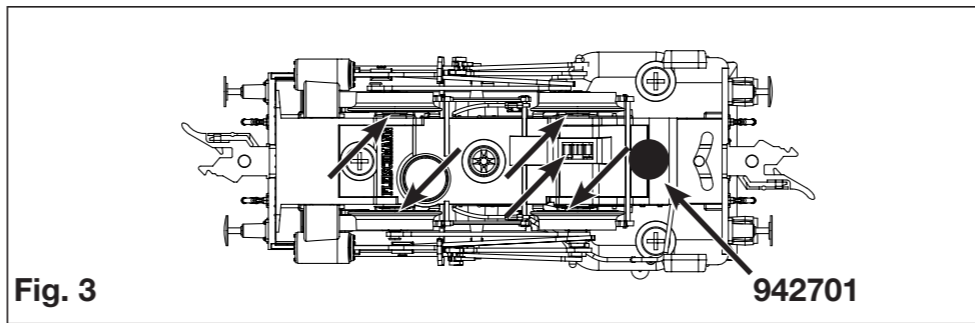

Fig. 3
An der markierten Stelle (†) kann der **Schaltmagnet 942701** eingebaut werden (Fig. 3).
**Ölen:** Geölt werden die Achsen und das Getriebe nur an den gekennzeichneten Schmierstellen (Fig. 3). Nur **FLEISCHMANN-Öl 6599** verwenden. Nur ein kleiner Tropfen pro Schmierstelle (→), sonst Überölung. Zur Dosierung die in der Verschlusskappe der Ölfflasche angebrachte Nadel verwenden.
The indicated point (†) can be used for locating the **switching magnet 942701** (Fig. 3).
**Lubrication:** Only the axles and gears should be oiled at the points indicated (Fig. 3). Only use **FLEISCHMANN-oil 6599**. Only put a tiny drop in each place (→), otherwise it will be overoiled. An applicator needle is located in the cap of the oil bottle for your use.
**L'aimant permanent 942701** peut être monté à l'endroit indiqué (†) (Fig. 3).
**Lubrification:** Les axes et la transmission seront huilés aux endroits repérés (Fig. 3). N'utilisez que l'huile recommandée **FLEISCHMANN 6599**. Une seule goutte par point à lubrifier (→) afin d'éviter tout excès. L'aiguille montée dans le bouchon du petit flacon convient parfaitement à cet usage.
Op de gemerkte plaats (†) kan de **schakelmagneet 942701** gemonteerd worden (Fig. 3).
**Öliën:** Alleen de wielen en de tandwielen op de gekenmerkte plaatsen smeren (Fig. 3). Alleen **FLEISCHMANN-olie 6599** gebruiken. Een klein druppeltje per smeerpunt (→) is heus voldoende, anders wordt de zaak te vet. Voor een juiste dosering het spuitje gebruiken dat wordt bijgeleverd in het oliefllesjes.
**Kontaktmagneten 942701** kan anbringes på det viste sted (Fig. 3).
**Smoring:** Smør kun gangtøj og aksler på de viste steder (Fig. 3). Modellen skal normalt smøres efter ca. 30 timers kørsel. **Motoren må under ingen omstændigheder smøres!** Brug kun **Fleischmann-olie 6599**. Smør kun aksler og gearkasse på de anviste steder (→), ellers er der risiko for oversmøring. Til dosering anvendes den lille nål indvendigt i skruelåget.
Sul posto segnato (+) può essere installato il **dispositivo di comando 942701** (Fig. 3)
**Lubrificazione:** Lubrificare le assi e il cambio solo nei punti contrassegnati (Fig. 3). Utilizzare solo olio **FLEISCHMANN 6599**. Usare soltanto una piccola goccia per ogni punto di oliatura (→), altrimenti si rischia di oliare troppo. Per il dosaggio utilizzare l'ago di cui è provvisto il tappo di chiusura del flacone dell'olio.